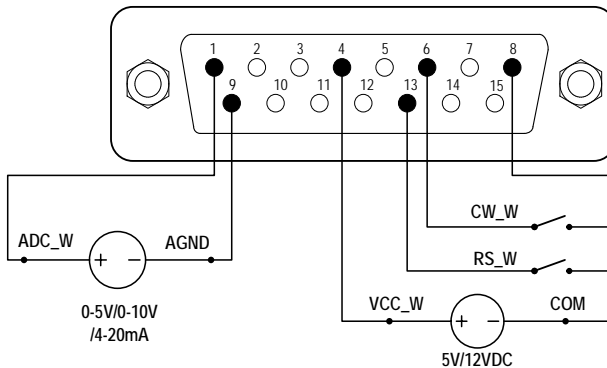

Abbildung 30. DB15-Verkabelung mit externer Stromquelle
- 1) Schalten Sie das Gerät aus. Verdrahten Sie den DB15-Stecker wie in Abbildung 30 oder Abbildung 31 gezeigt und schließen Sie ihn an den DB15-Anschluss auf der Rückseite der Pumpe an.